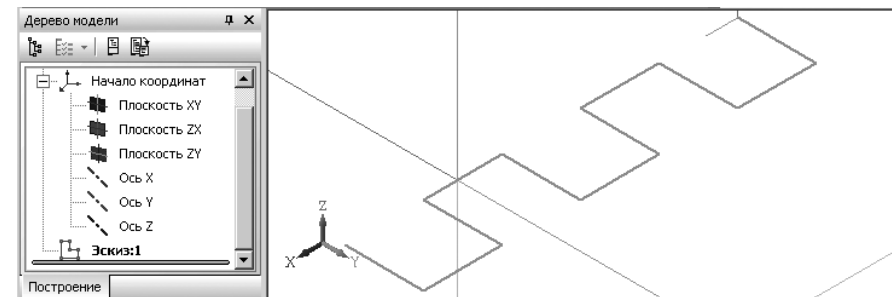

Рис. 7.108. Возможное состояние эскиза в окне модели
- щелкните на панели инструментов **Текущее состояние** по кнопке – **Эскиз**. Система перейдет из режима создания эскиза в режим создания модели. В окне **Дерево модели** появится пункт **Эскиз:1**. Возможное состояние эскиза в окне модели показано на рис. 7.108.